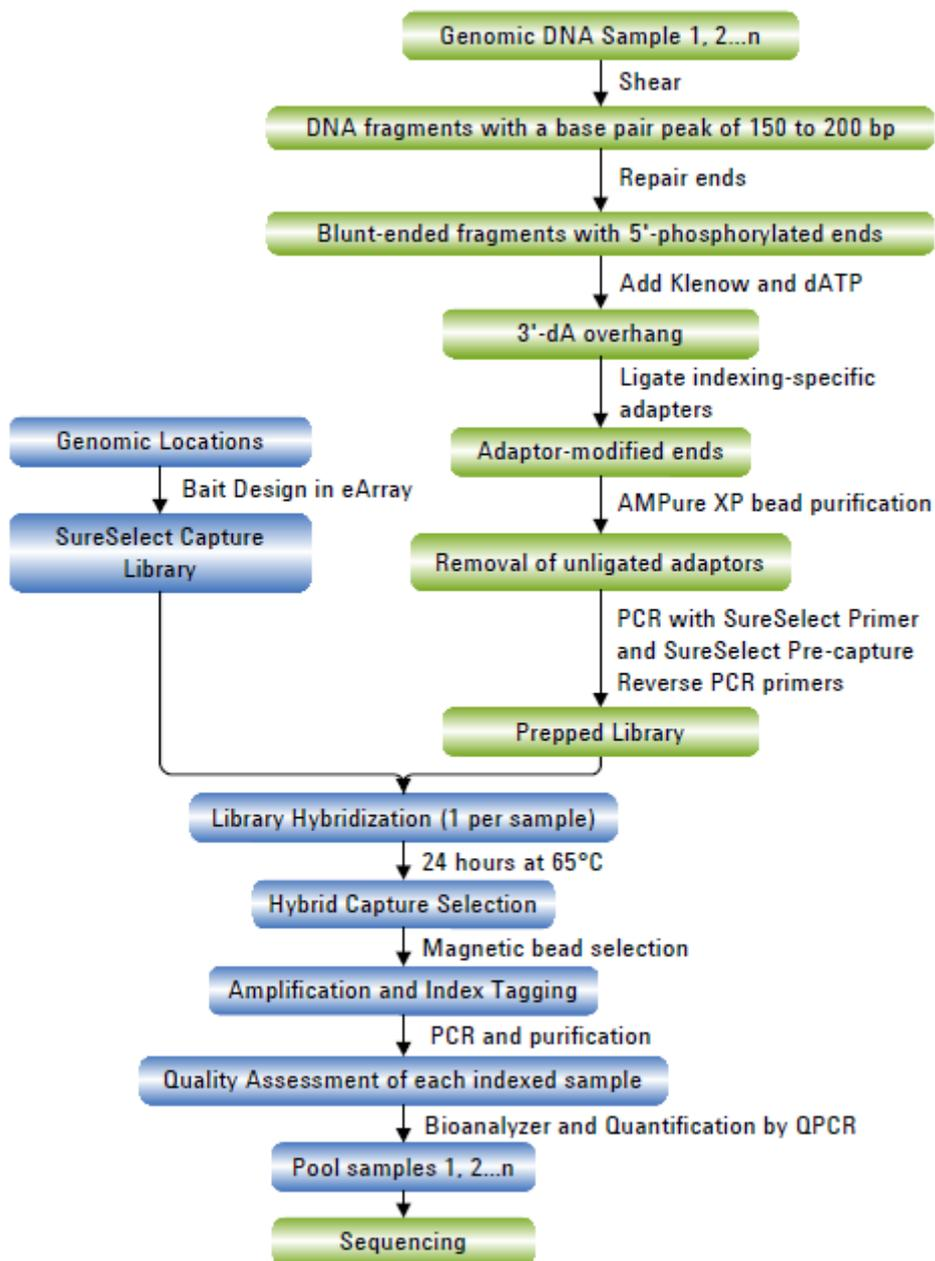

図 2 サンプル調製ワークフロー
イルミナ社のペアエンドシーケンスプラットフォームを用いてライブラリを調製する際の SureSelect ターゲットエンリッチメントのワークフローを図 2 で説明します。シーケンスを行うためのサンプルは、まずそれぞれ、個別にライブラリ調製、ハイブリダイゼーション、キャプチャを行います。キャプチャ後のサンプルを PCR 増幅するときに、あわせてインデックス(バーコード)シーケンスを各サンプルに付加します。SureSelect でキャプチャするターゲット領域のサイズに応じて、1 レーンあたり最大 96 サンプルまでプールして、マルチプレックスシーケンスが行えます。イルミナのマルチプレックスシーケンスでは、1 ランに用いる 1 フローセルのすべてのレーンをマルチプレックスシーケンスにする必要があります(ご使用のバージョンによっては、この制限がない場合もあります)。詳細はイルミナ社のプロトコルを参照ください。
- ハイブリダイゼーションのステップ (図 2) では、プレートの各ロウ (Row、行) に異なる種類の SureSelect Capture Library をセットすることができます。調製したアダプター付き DNA ライブラリが適切な SureSelect Capture Library と一致するように実験を計画してください。詳細はハイブリダイゼーションの項目を参照ください。
- ハイブリダイゼーション後の SureSelect ライブラリへのインデックスタグ付加のステップ (図 2) では、インデックスプライマーを別のプレートにセットする必要があります。実験デザインを立てる際に、適切な番号のインデックスプライマーを適切なウェル (サンプル) をそれぞれ割り当てるようにしてください。
キャプチャ後の増幅ステップ (図 2) では、キャプチャターゲットのサイズの違いによって PCR 増幅サイクル数が異なることがあります。同じ PCR サイクル数となるターゲットサイズの Capture Library を同じプレートで処理するようにしてください。詳細はキャプチャ後の増幅ステップの項目を参照ください。